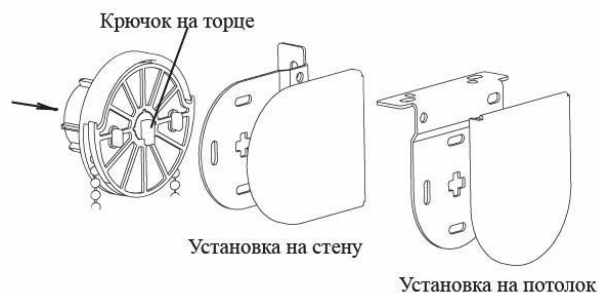

Рис.4. Установка изделия в кронштейны
4. Установить фиксатор (1) на один конец троса (2) и закрутить винт. Вставить свободный конец троса в паз кронштейна для боковой фиксации и продеть его до конца. Прodelать эту операцию со вторым тросом.
5. Продеть тросы через крышки (3) в рейке нижней с двух сторон.
- при монтаже на стену разметить предполагаемые места установки опор-кронштейнов (6) для боковой фиксации;
- при монтаже на пол/потолок разметить предполагаемые места установки опор (5) для боковой фиксации.
9. Вставить фиксаторы в крышки опор (4), крышки опор вставить в опоры.
10. Вставить трубу в кронштейн со стороны управления таким образом, чтобы крючок на торце был направлен вертикально вниз (Рис.4). Вставить изделие во второй кронштейн с другой стороны. Для модели День-ночь сначала устанавливать дальнее изделие, затем ближнее.